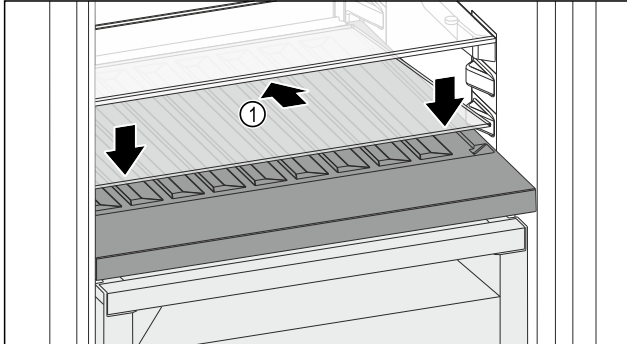

Fig. 155
- ▶ Glasplatte Fig. 155 (1) schräg und nach hinten unten geneigt ansetzen.
- ▶ Glasplatte Fig. 155 (1) vorne absenken.